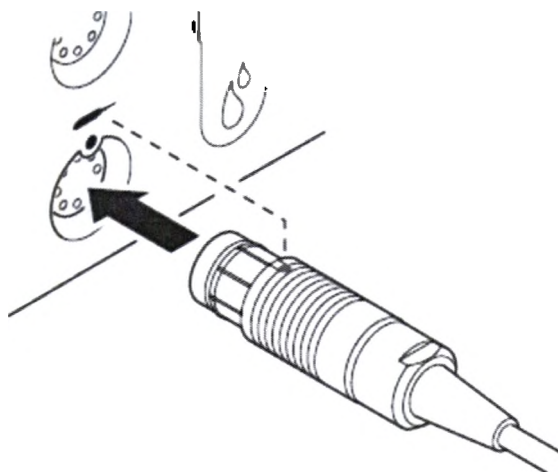

Рис. 2. Подключение микродрели к консоли
2. Подключить штепсель к порту для рукояток на консоли, предварительно выровняв их по меткам (рис. 2).